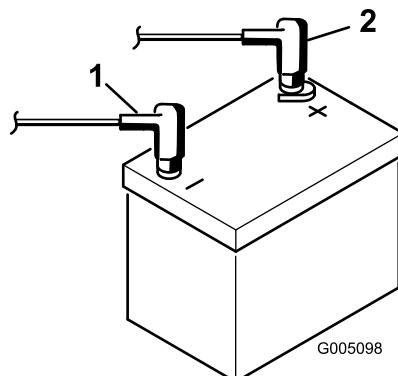

図 7
8. 赤いプラスケーブルをバッテリーのプラス端子に、黒いマイナスケーブルはバッテリーのマイナス端子にはめ、ボルトとナットで固定する **図 7**。ショート防止のために端子にゴムキャップをかぶせる。